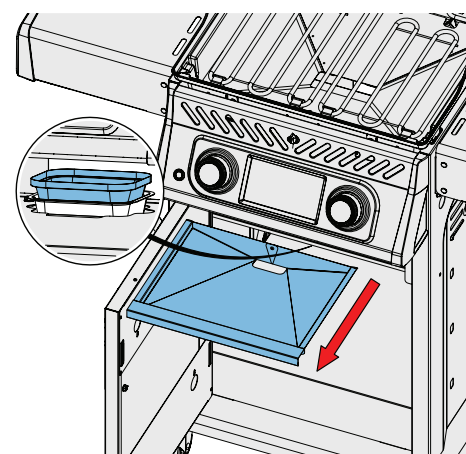

Fig. 8
1. Far scorrere la vaschetta di raccolta dall'apparecchio per accedere al vassoio per grasso usa e getta o per pulire la vaschetta di raccolta. (Fig. 8)
- Pulire frequentemente per evitare l'accumulo di grasso – circa ogni 4-5 utilizzi. (Fig. 8)